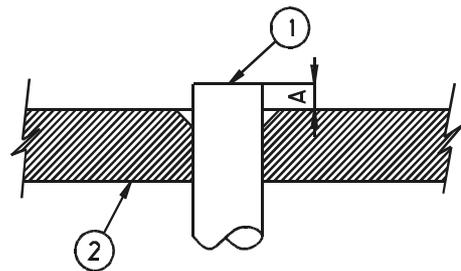

Figura 12: Abocardado de tubos
- Pase el tubo por una tuerca abocardada, sujete el tubo en la herramienta de abocardar, según se indica en la figura 12 y abocarde el extremo. El largo del tubo que sobresale (A) de la herramienta varía según el diámetro del tubo y se debe definir tal como se indica en la tabla. Antes de abocardar, aplique en el tubo unas gotas de aceite de refrigeración.